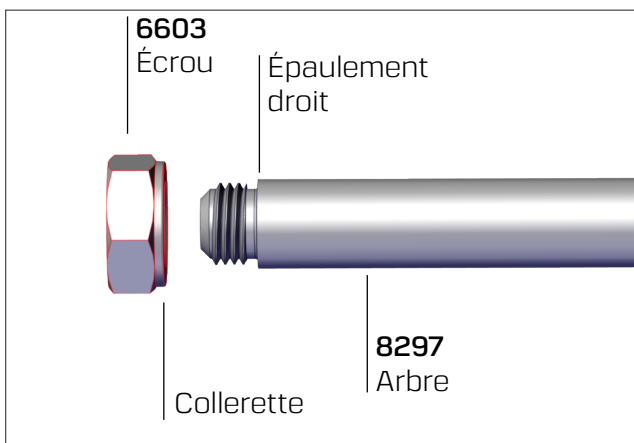

Fig. 18.
- A. Installez l'écrou n° **6603** sur l'extrémité à épaulement droit de l'arbre du bras d'entraînement n° **8297**, en orientant la collette de l'écrou vers l'arbre (voir Fig. 18). Vissez l'écrou à fond jusqu'à ce que le filetage vienne buter contre l'épaulement de l'arbre.